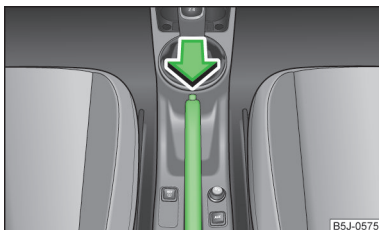

Fig. 106
- Trageți puțin în sus maneta frânei de mână și apăsați **simultan** butonul de blocare » fig. 106.